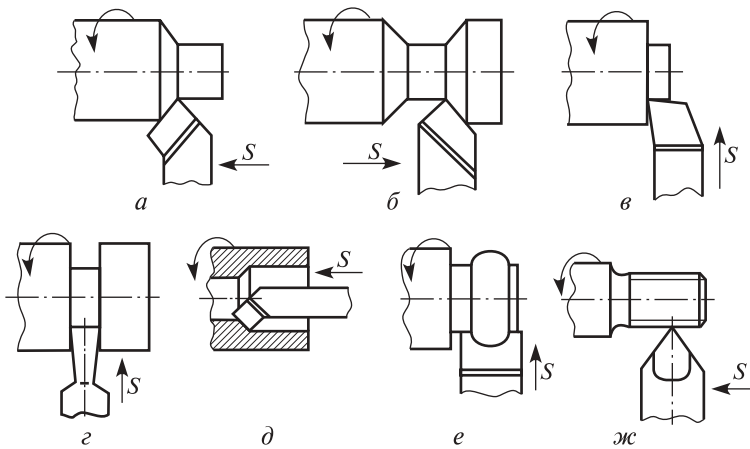

Рис. 1.4. Типы токарных резцов в зависимости от назначения
34. На какие типы подразделяются токарные резцы в зависимости от назначения? Перечислите названия резцов, изображенных на рис. 1.4:
35. Перечислите типы проходных резцов и укажите их на рис. 1.4.